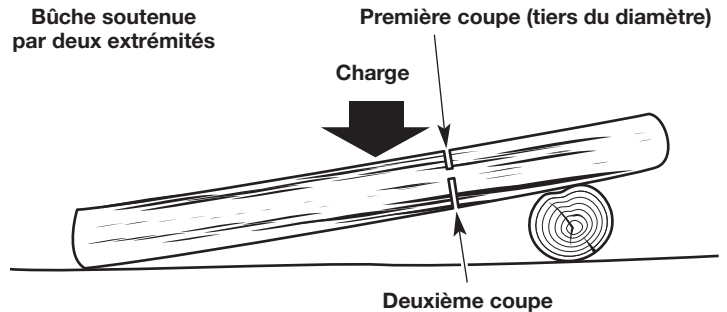

Fig. 18
- Si la bûche est soutenue sur deux extrémités (Fig. 18), faites la première coupe depuis le haut (tronçonnage par dessus). Reportez-vous à *Tronçonnage par-dessus*.